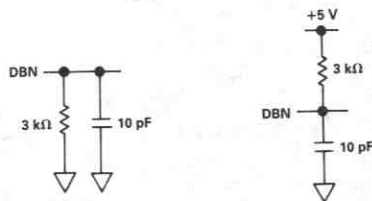

図2. 出力フロート遅延のための負荷回路
- 4 t_{11} は図2の回路でロードされる時、データラインが0.5V変化するのに必要な時間として定義。